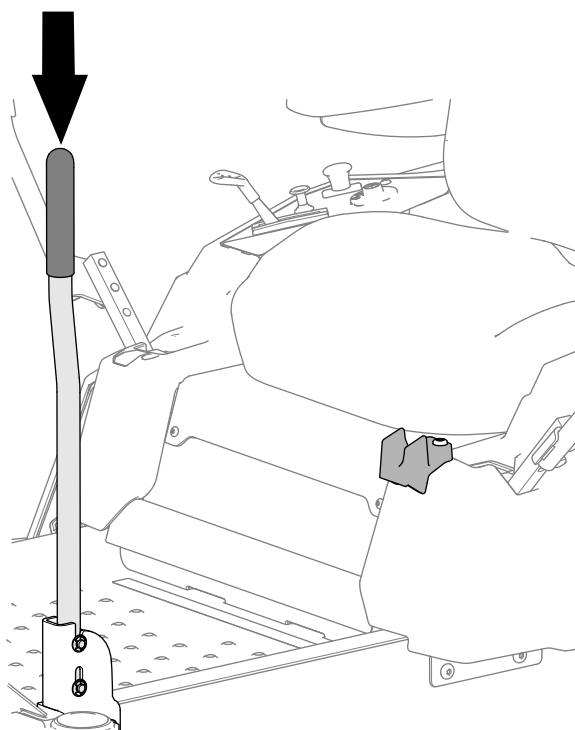

Figura 9
2. Abbassate la maniglia per trazione assistita come mostrato nella Figura 9.